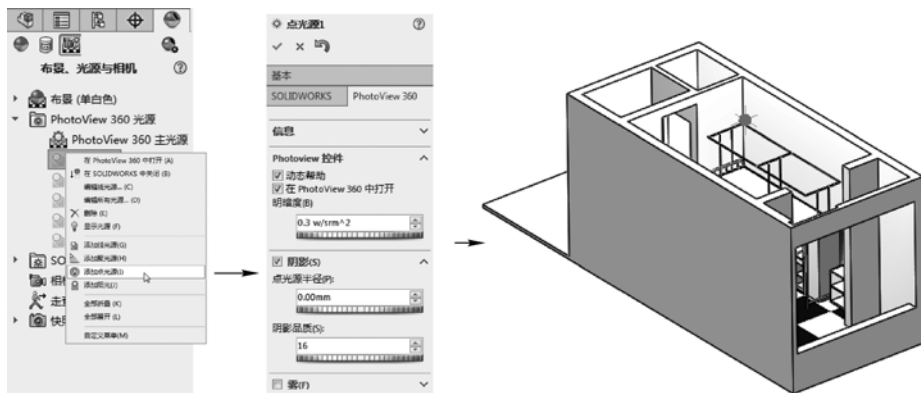

图 4-22 添加点光源
STEP 2 右击“DisplayManager”选项卡“布景、光源和相机”列表项中的“线光源 X”项，选择“添加点光源”菜单项，然后拖动代表点光源的红点到宿舍的上方（以模拟灯泡），并设置点光源的功率为 0.3，如图 4-22 所示。